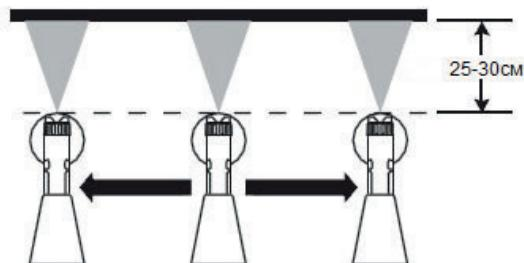

Рис. 7
1. Всегда держите краскопульт параллельно горизонту и распыляйте перпендикулярно окрашиваемой поверхности с расстояния примерно 25-30 см. Выдерживайте равномерное расстояние до обрабатываемой поверхности (Рис.7). Двигайтесь краскопульт рукой, а не запястьем.